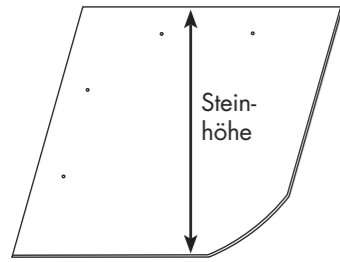

Abbildung 1a
- 1.1 Die **UNIGENIAL** Schablonen sind Decksteine, die aus dem Rhombus mit symmetrischer Eckabrundung (29 % der Steinhöhe) hervorgehen (Abb. 1a und 1b). Decksteine mit anderen Eckabrundungen sind Sonderformate.
- 1.4 Die Steinhöhe der **UNIGENIAL** Schablone wird an der Ferse, im rechten Winkel zum Fuß, gemessen (Abb. 1a).